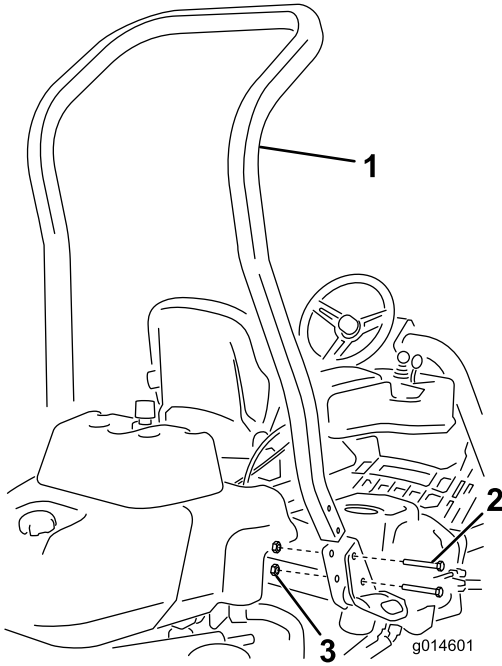

图3
3. 如**图3**所示，使用 4 个螺栓 (1/2 x 3/4 英寸) 和 4 个凸缘螺母 (1/2 英寸) 将翻车保护杆安装到机器两侧的卡槽中。